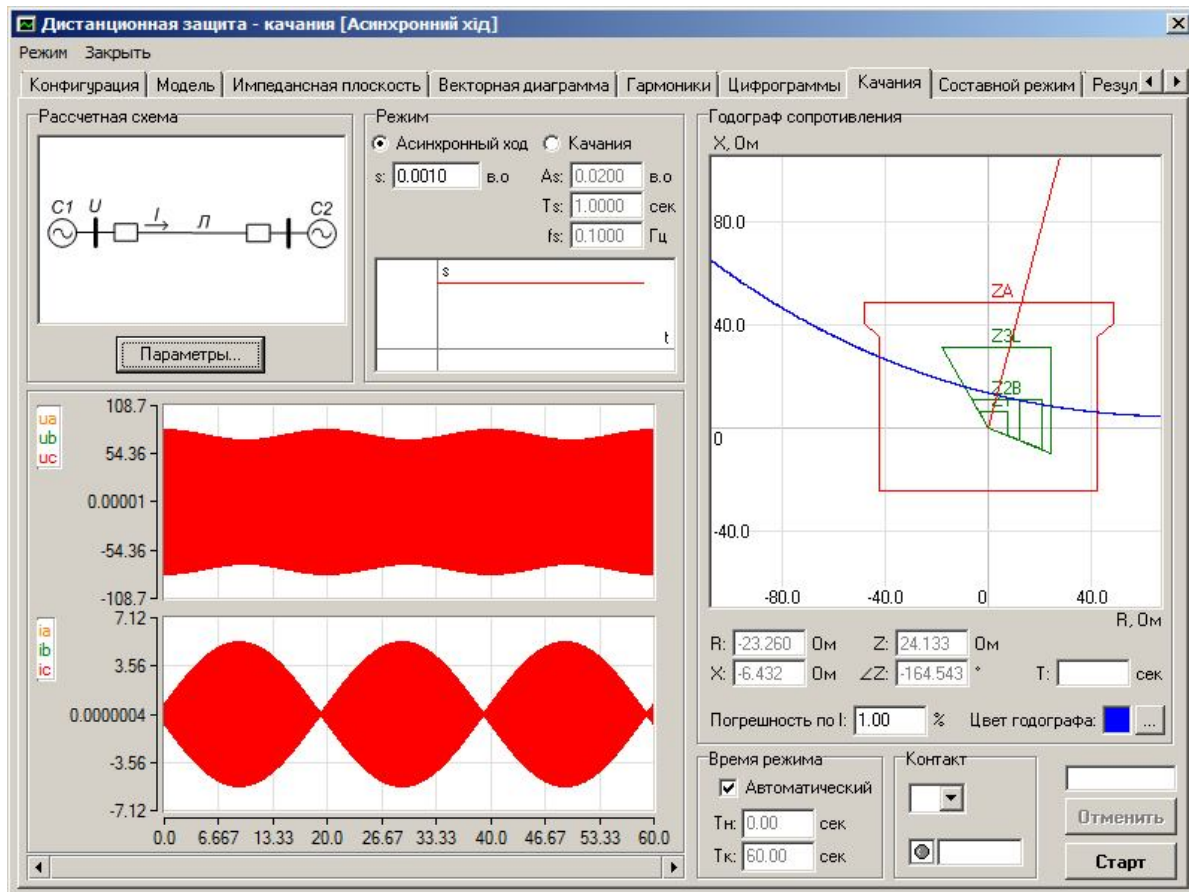

Рис. 4.24. Страница "Качания" модуля "Дистанционная защита"
На этой странице предусмотрена возможность формирования сигналов (напряжений и токов) во время асинхронного хода или во время качаний в системе. Эти сигналы нужны для проверки работы дистанционной защиты при возникновении таких режимов в энергосистеме, в частности для наладки модуля блокировки от качаний дистанционной защиты. Общий вид страницы "*Качания*" приведен на рис. 4.24.
Информация о параметрах систем и линии задается в диалоговом окне вызываемом кнопкой "Параметры" в поле "Расчетная схема" (см. рис. 4.24), – появляется диалоговое окно "Параметры" (рис. 4.25).
- асинхронный (с неизменной частотой скольжения). Характер изменения координат режима токов и напряжений при таком режиме приведен на рис. 4.24;